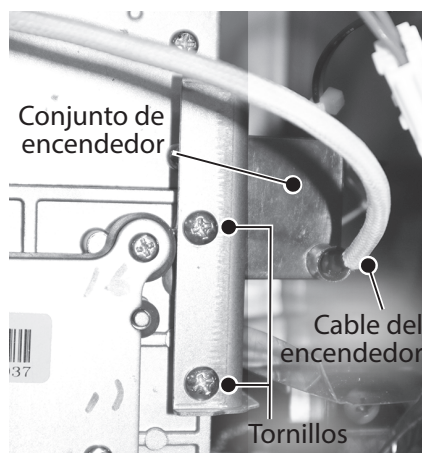

Figura 111 - Ubicación del conjunto de encendedor
- 8 Ubique el conjunto de encendedor en el lado derecho del calentador de agua. Consulte la Figura 111.
- 9 Desconecte el cable del encendedor del conjunto de encendedor. Consulte la Figura 111.
- 10 Retire los dos tornillos que fijan el conjunto de encendedor y el soporte al múltiple de gas. Deje los tornillos a un lado en un lugar seguro para volver a instalarlos. Consulte la Figura 111.